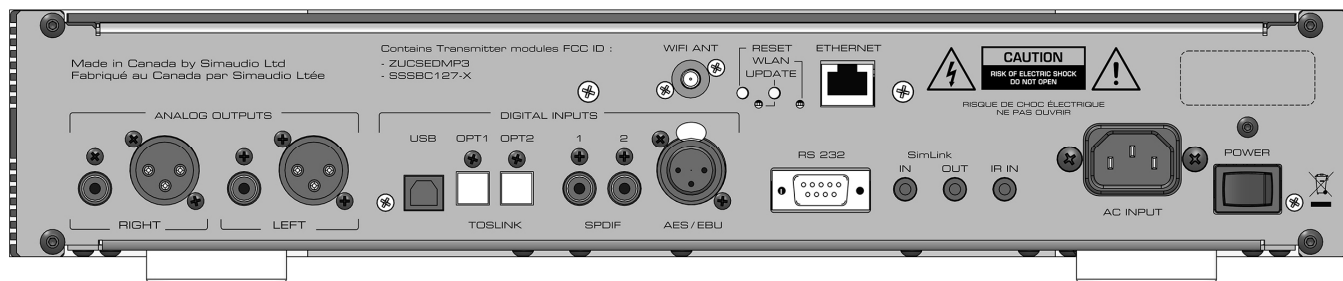

Figure 2 : Panneau arrière du **Néo 280D**
Le panneau arrière est présenté à la Figure 2 (ci-dessus). Sur le côté gauche se trouvent deux (2) paires de sorties analogiques marquées « Right » (droite) et « Left » (gauche), chacune avec un connecteur asymétrique RCA et balancé (XLR) correspondant. Ces sorties fixes ont été conçues pour être raccordées à une entrée de ligne sur un préamplificateur ou un amplificateur intégré. Il est fortement recommandé d'utiliser les connecteurs balancés (XLR) pour des performances optimales. N'hésitez pas à utiliser des câbles de bonne qualité\*. Une mauvaise connexion dégradera les performances sonores de votre chaîne audio.